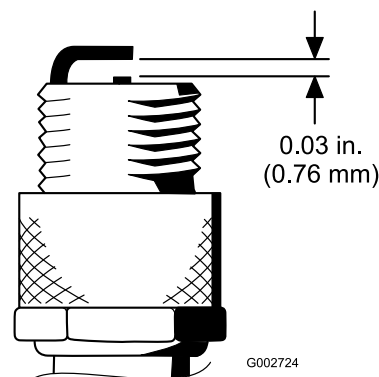

Bild 46
4. Stellen Sie den Abstand zwischen der Mittel und der Seite der Elektrode auf 0,76 mm ein (Bild 46).